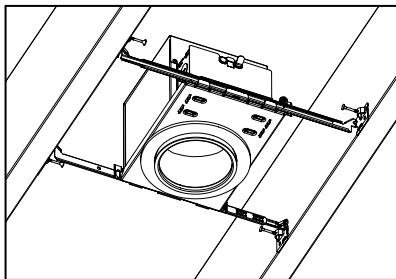
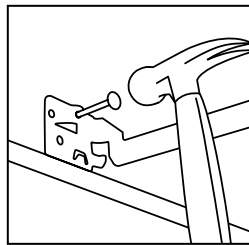

Figure 2
Figure 3
Step 1. Extend bar hangers to fit between joists. Bar hanger foot is contoured to easily align with bottom of joist (Fig. 2). Position fixture by hammering Real-Nails® into joists (Fig. 3).
Paso 1. Extienda los estribos de suspensión para montarlos entre las viguetas. El pie del estribo de suspensión está contorneado para alinearse fácilmente con la parte inferior de la vigueta (Fig. 2). Coloque el artefacto clavando Real-Nails[®] en las viguetas (Fig. 3).